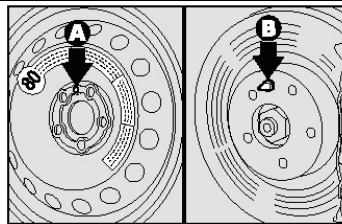

рис. 10
- Установите штатное колесо, совмещая отверстия **А** с направляющим штырем **В** – **рис. 10**;